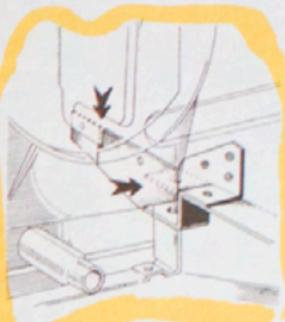

Fig. 6
- Saldare sulla carrozzeria o se non è possibile imbullonare la squadretta da noi fornita per il fissaggio della parte inferiore del radiatore (fig. 6).